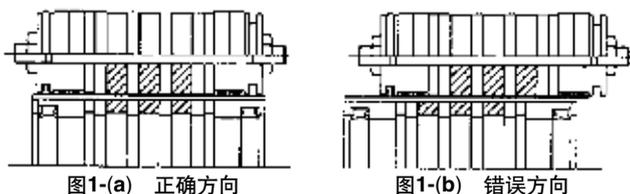

图1 移动体的方向性
- ①从缸筒上取下外部移动体或活塞移动体时,需强制将外部移动体与活塞移动体的位置错开,在无保持力的情况下取出。如果不这样取出,则会因内外的磁环吸力,而错不开。
- ②进行完上记操作后,在各移动体处于分开的状态下,取下内六角螺钉(端板A侧),将端板A由缸筒以及导向轴A、B上卸下。(更换时(密封圈等),请注意不要拆解其他部分,以防止漏气。)
- ③磁环的构成部(活塞移动体、外部移动体)绝对不能分解。否则,会成为保持力降低、误动作发生的原因。
- ④活塞移动体和外部移动体有方向性($\phi 6$ 、 $\phi 10$ 以及保持力L型)。参见图1。将外部移动体(滑块)与活塞移动体呈互相吸着如图1-(a)所示的位置状态下插入缸筒。如果是(b)那样时,仅将活塞反转 180° 插入。